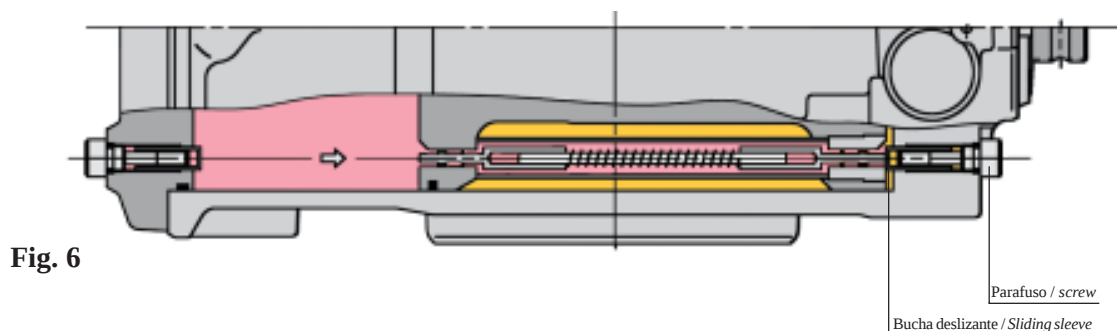

Fig. 6
2.2 Regulagem automática (Fig. 6)
2.2 Automatic Adjustment (Fig. 6)